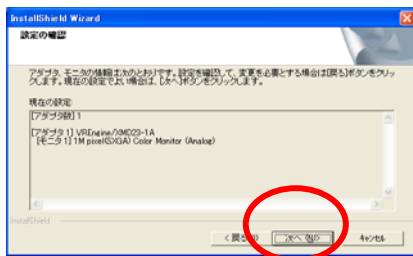

図 4.1-10 現在の設定の確認
- (12) 図 4.1-10のダイアログが表示され、これまでの作業で設定された内容が「現在の設定」として表示されます。内容を確認の上【次へ(N)】をクリックします。表示された内容に従い、設定が保存されます。